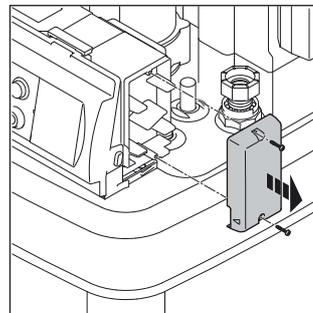

Bild 4-20 Rechten Gehäusedeckel abbauen.
- Rechten oder linken seitlichen Gehäusedeckel abbauen (Bild 4-20).